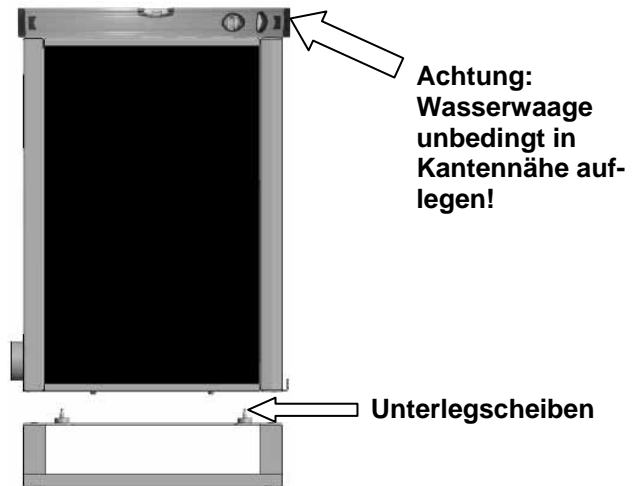
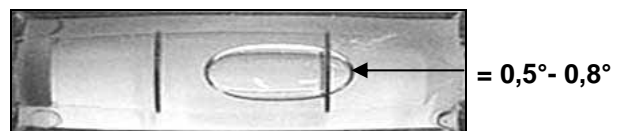
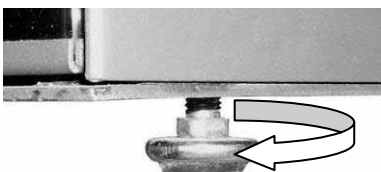

Abbildung 21: Position Unterlegscheiben Seitenansicht
Abbildung 23: Anzeige Wasserwaage
Abbildung 25: Stellfüße Ego
Auf die vorderen beiden Auflagezapfen der Konsole bzw. des Bodenadapters (Abbildung 21) so viele der beiliegenden Unterlegscheiben legen, bis die Wasserwaagen-Anzeige wie in Abbildung 23 aussieht.
- 3.** Die beiden vorderen Stellfüße durch Drehen so verstellen (Abbildung 25), dass sich die Anzeige der Wasserwaage wie in Abbildung 23 dargestellt, einstellt.